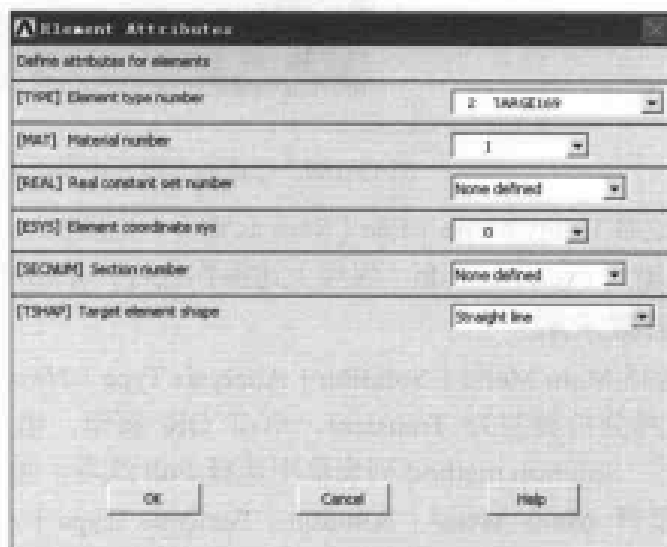

图 13-168 单元属性设置对话框
(8) 选择 Main Menu | Preprocessor | Modeling | Create | Elements | Elem Attributes 命令, 出现 Element Attributes 对话框, 在 [TYPE] Element type number 下拉列表框中选择 2 TARGE169 选项, 在 [REAL] Real constant set number 下拉列表框中选择 None defined 选项, 其余选项采用默认设置, 如图 13-168 所示, 单击 OK 按钮关闭该对话框。